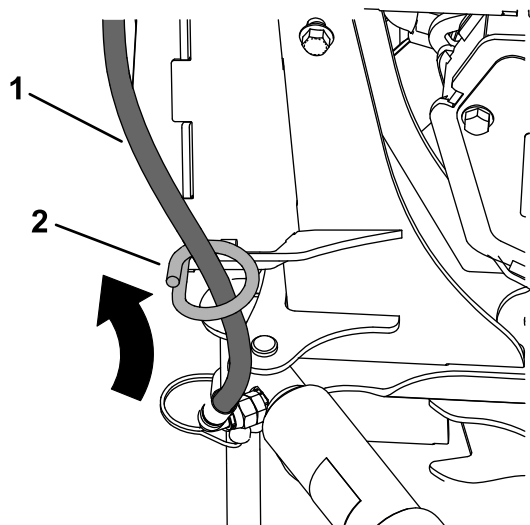

Figura 11
9. Pase las mangueras por las guías de manguera del lado derecho e izquierdo del triángulo de conexión rápida de la barredora (Figura 11).